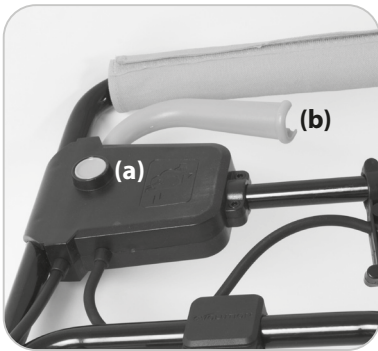

Fig. 12
- Pulse el botón de bloqueo de seguridad (a) y tire de la palanca del interruptor (b) para arrancar la máquina. (**Fig. 12**)